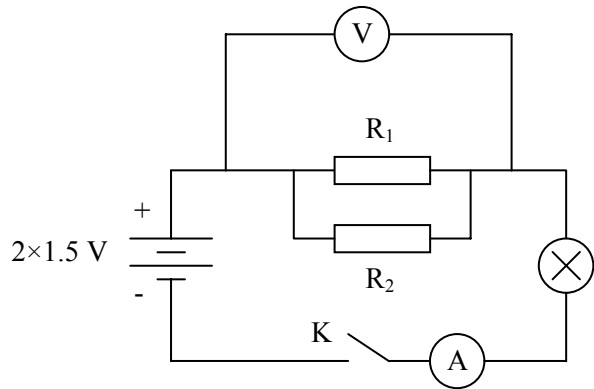

Fig.14
3.2.2. Conectarea în paralel a rezistoarelor (fig.14)
- Se pornește circuitul prin trecerea comutatorului pe poziția închis (1) și se observă că becul nu se aprinde. Acest lucru indică faptul că, deși există curent în circuit, valoarea curentului din circuit este mică și nu face posibilă aprinderea filamentului becului.
- Se realizează schema din fig.14 (fig. 12), asigurând alimentarea de la o sursă de 3 V c.c. (2 baterii de 1.5 V conectate în serie, ținând seama de bornele acestora).